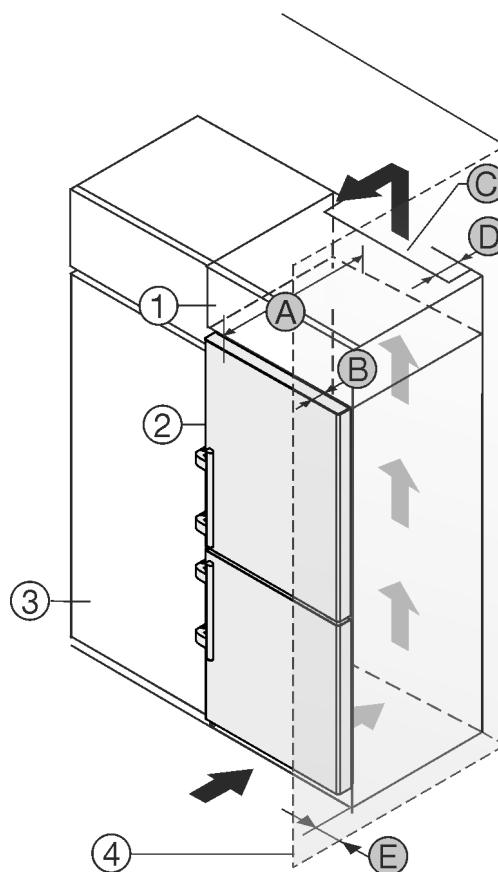

Fig. 2
- (1) Dulap suspendat *
- (2) Aparat *
- (3) Dulap de bucătărie *
- (4) Perete *
- (A) Adâncime aparat *
- (B) Adâncime ușă *
- (C) Secțiune ventilație *
- (D) Distanță la partea posterioară a aparatului *
- (E) Distanță la partea aparatului *
Puteți amplasa aparatul direct lângă dulapul de bucătărie Fig. 2 (3)*.
În partea din spate a dulapului suspendat trebuie să existe o fantă de aerisire cu grosimea Fig. 2 (D) pe toată lățimea dulapului suspendat.*
Sub tavanul încăperii trebuie să fie respectată secțiunea de ventilație Fig. 2 (C)*.
Atunci când montați aparatul cu balamalele lângă un perete Fig. 2 (4), distanța dintre aparat și perete trebuie să fie de minim 57 mm . Această valoare corespunde proeminenței mânerului cu ușa deschisă.*
Astfel încât să puteți deschide complet ușa, aparatul trebuie să fie proeminent cu cel puțin adâncimea ușii Fig. 2 (B) față de suprafața frontală a dulapului de bucătărie. În funcție de adâncimea dulapurilor de bucătărie Fig. 2 (3) și utilizarea distanțierelor de perete, aparatul poate ieși mai mult în afară.*